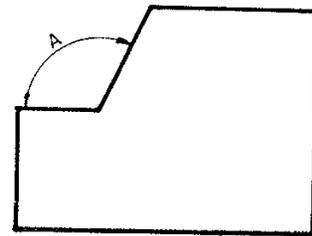

Fig. 7
- 3 Cuando el ángulo es obtuso y uno de sus lados estuviera paralelo al plano horizontal (fig.7), la inclinación del carro porta-herramientas será de $\bar{A} - 90^\circ$.